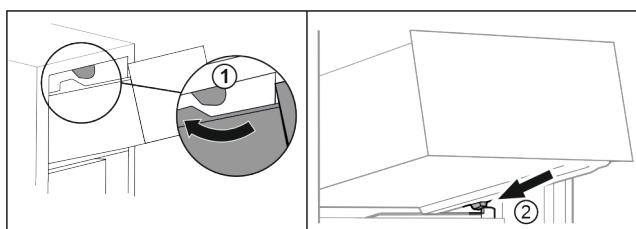

Fig. 21
- Прокарайте чекмеджето около горните ограничители Fig. 21 (1).
- Поставете чекмеджето под ъгъл зад долните ограничители върху реброто на съда Fig. 21 (2).